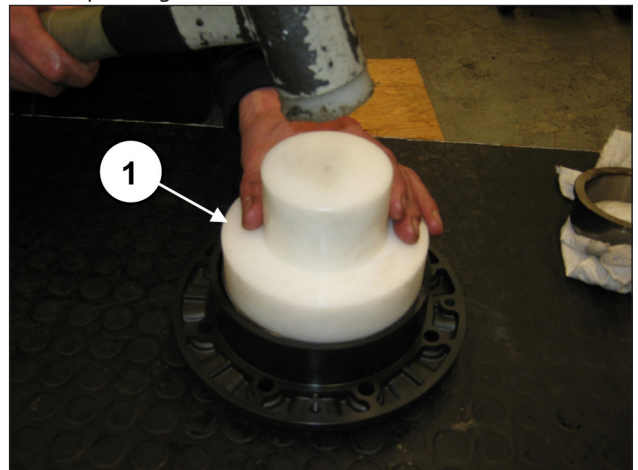
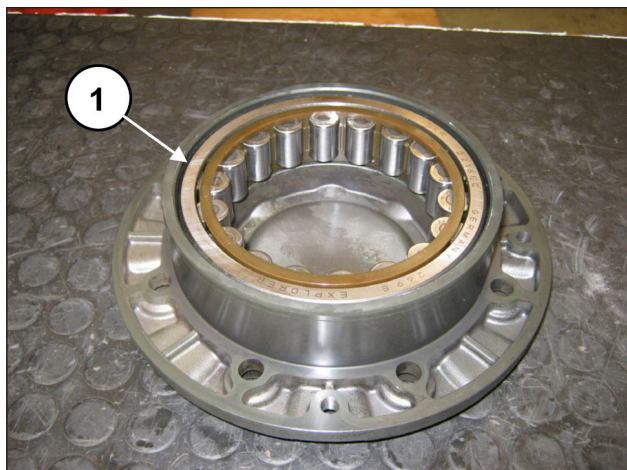

Fig. 55
Fig. 56
Répéter l'opération sur le couvercle du coussinet en prémontant la bague externe du coussinet du vilebrequin à l'aide de l'outil réf. 27605000 (rep. ①, Fig. 55) et le pousser à fond (rep. ①, Fig. 56).